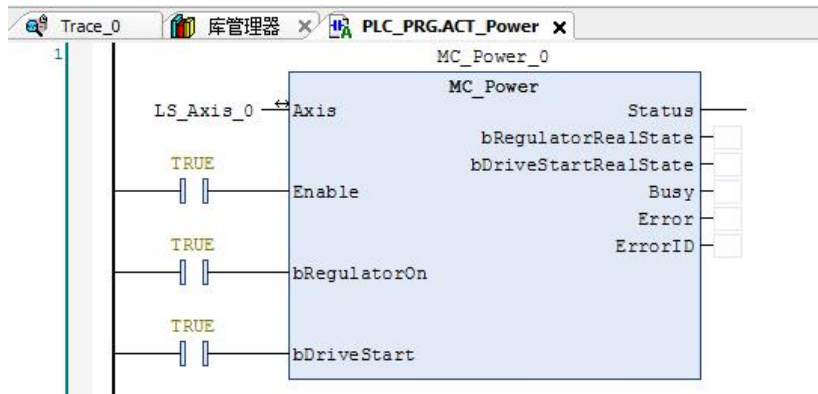

图 9.35 上电模块 Power
- 3) 按照步骤 2 的方法依次添加上电模块 Power、恒速运动模块 ACT_Vmove、原点锁存模块 ACT_ZeroLatch，并填写相应的参数，如图 9.35~9.37 所示。